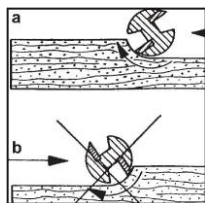

Рис.7
5.2.2 Напрямок руху машини має завжди бути таким, як показано на (рис.7).
УВАГА! Фактично операція фрезерування завжди виконується в напрямку, протилежному напрямку обертання фрезерної головки. При переміщенні машини в протилежному напрямку виникає віддача, що може стати причиною нещасного випадку. див.Рис.7.